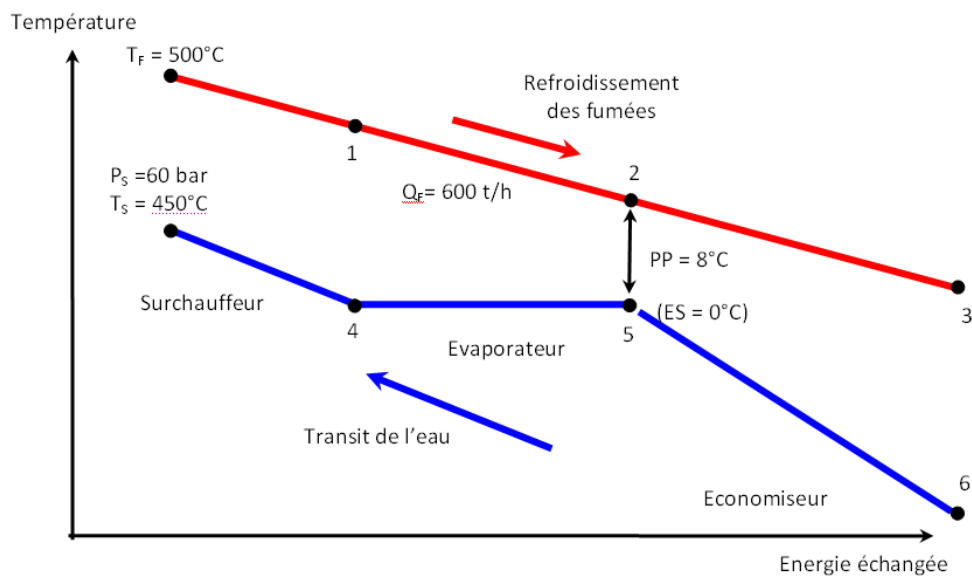

Fig. 2 : Données connues.
La Fig. 2 indique les données connues au niveau de la chaudière de récupération.
- 4.3. Quelle est la quantité de chaleur perdue par les fumées entre leur entrée dans la chaudière et leur sortie de l'évaporateur (point 2 de la Fig. 2) ?